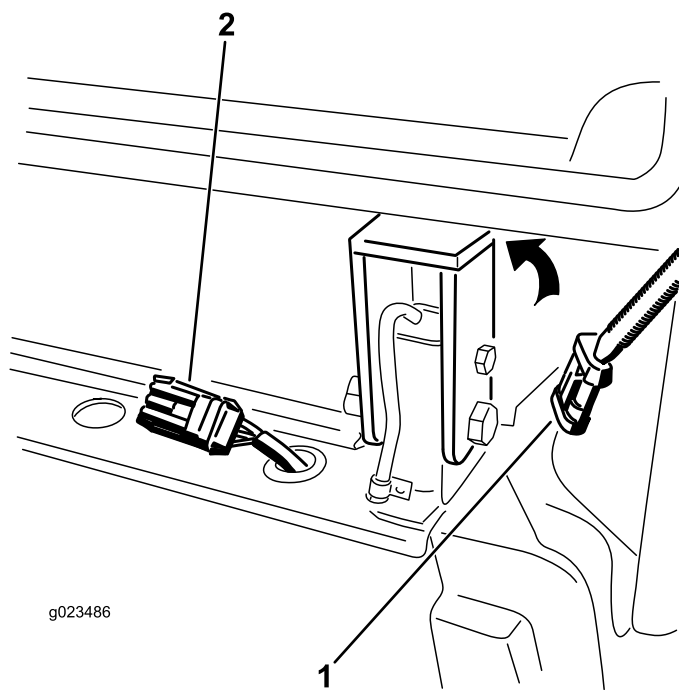

Figura 36
30. Retire el tapón y enchufe el conector del arnés de cables de la cabina en el arnés del bastidor trasero (Figura 36).